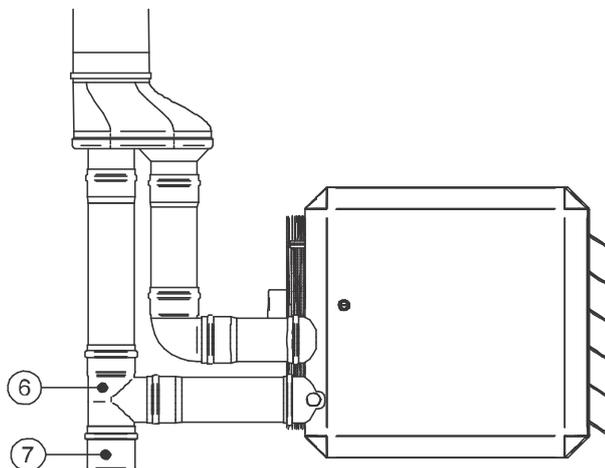

Fig. 14 Raccord en T (6) et purgeur de condensats (7)
- Ajouter un raccord en T (fig. 14).
- Ajouter un purgeur de condensat (fig. 14).